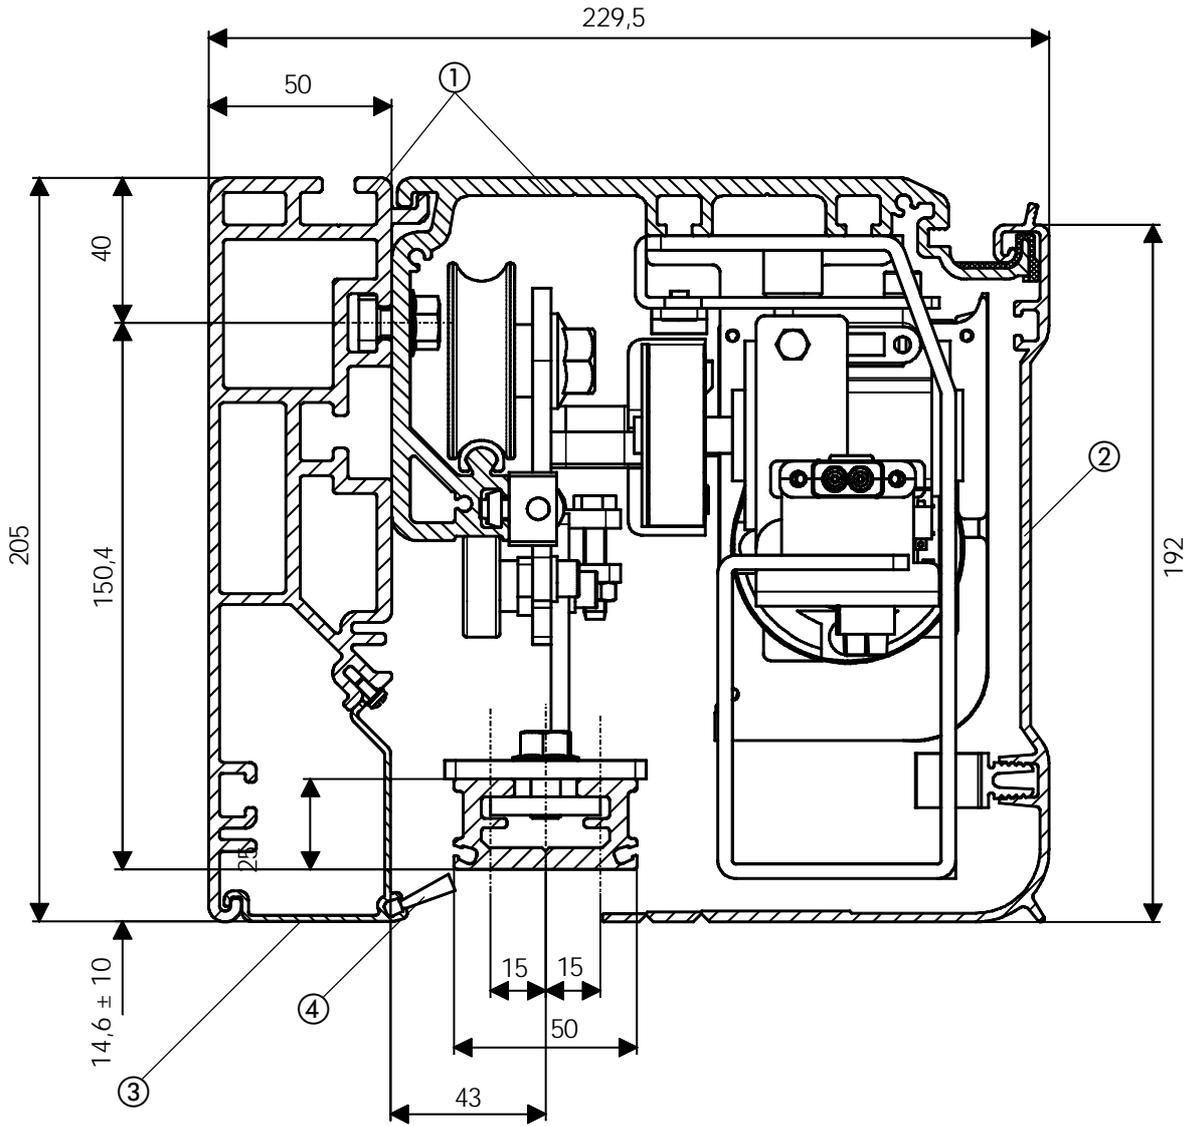

Abb. 3
### SMA-Profil (Abb. 3 - Bez. ①)
#### Schließprofil für selbsttragendes System (Abb. 3 - Bez. ③)